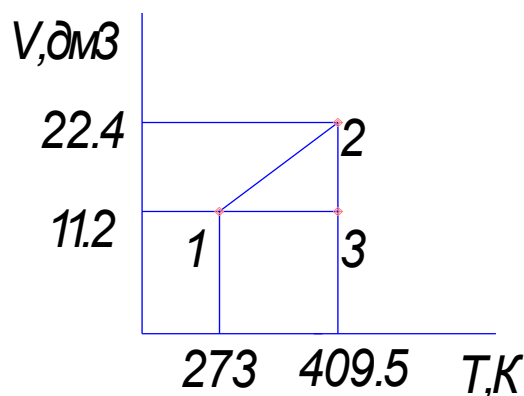

Рис.2
5. На  $V$ - $T$ -диаграмме изображен замкнутый процесс, который совершает некоторая масса азота (рис.2). Известно, что минимальное давление газа в этом процессе  $P_{\text{min}} = 3 \cdot 10^5 \text{ Па}$ . Определить массу газа и его давление в точке 1. Значения  $T_1$ ,  $T_2$ ,  $V_1$  и  $V_2$  указаны на рисунке.